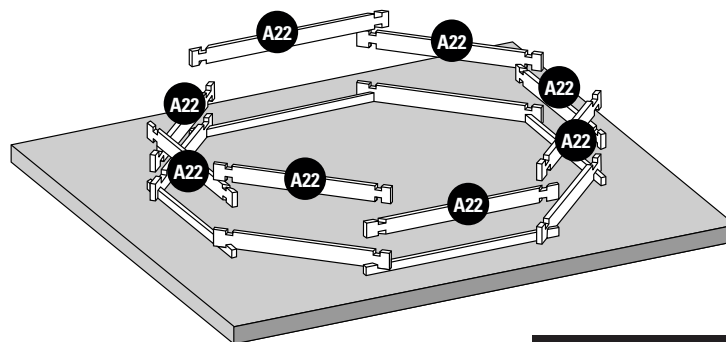

Fig. 2 / Abb. 2 / Afb. 2
- EN 2nd LAYER OF BOARDS:** • Install the second layer of boards as shown in figure 2. • There is a wooden wedge in the structure packet to correctly assemble the boards. • Never directly hit against the boards. Do not hit them with anything metallic. This would inevitably damage the wood. • Try to correctly assemble the boards right from the start. There should not be any space between each layer of boards to avoid maladjustment of the higher boards.
- FR 2ÈME RANGÉE DE MADRIERS :** • Positionnez les madriers de la deuxième rangée conformément à la figure 2. • De manière à emboîter correctement les madriers, une cale en bois est à votre disposition dans le colis de structure. • Ne pas taper directement sur les madriers. • Ne pas frapper avec une pièce métallique. Cela détériorerait le madrier irrémédiablement. • Veillez à emboîter bien à fond les madriers dès le départ. Il ne doit pas y avoir d'espace entre chaque rangée pour éviter un décalage au niveau des madriers supérieurs.
- DE 2. BRETTERREIHE:** • Platzieren Sie die Bretter der zweiten Reihe laut Abb. 2. • Um die Bretter richtig anbringen zu können, finden Sie einen Holzkeil im Paket des Tragwerks. • Nicht direkt auf die Bretter klopfen. • Nicht mit einem Metallteil darauf klopfen. Es würde das Holz unabänderlich beschädigen. • Versuchen Sie, die Bretter von Anfang an tiefgehend ineinander zu fügen. Zwischen den Reihen darf kein Platz sein, um eine Fehlanpassung der oberen Bretter zu vermeiden.
- NL 2ª RIJ PLANKEN:** • Plaats de planken van de tweede rij zoals aangegeven op afbeelding 2. • Om de planken correct te assembleren, zit er een houten wig in het pakket van het frame. • Sla niet direct op de planken. • Sla er niet direct op met metaal. Hierdoor raakt het hout onherstelbaar beschadigd. • Zorg ervoor dat de planken vanaf het begin stevig op elkaar aansluiten. Er mag geen ruimte tussen de rijen overblijven, om te voorkomen dat de bovenste houtdelen onregelmatig uitkomen.